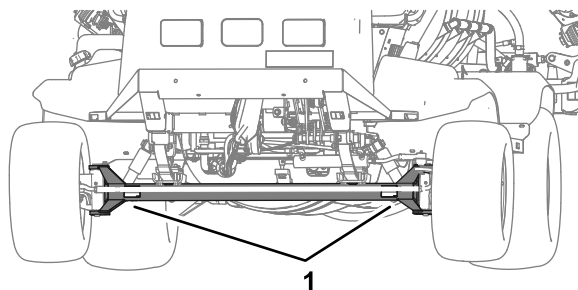
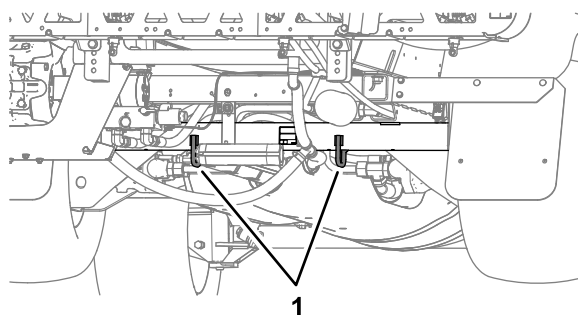

Figura 50
Figura 51
- Legate in modo sicuro la macchina al veicolo di trasporto; Figura 50 e Figura 51 illustrano i punti di ancoraggio della macchina.